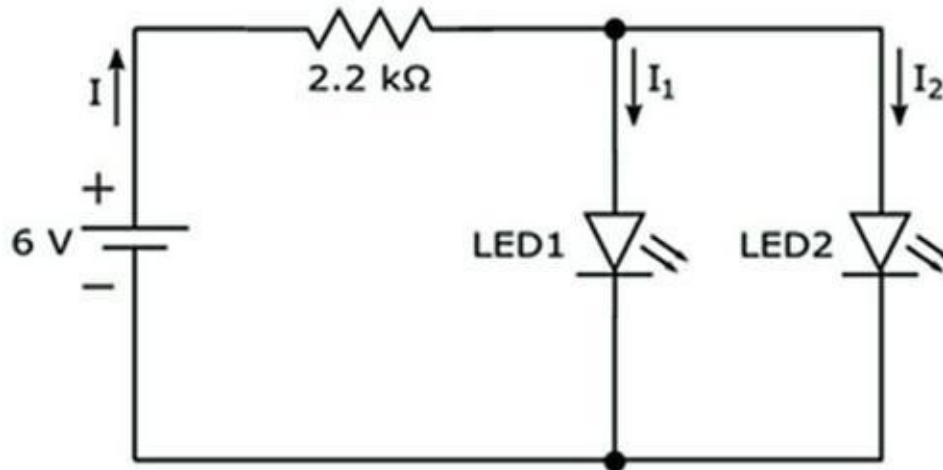
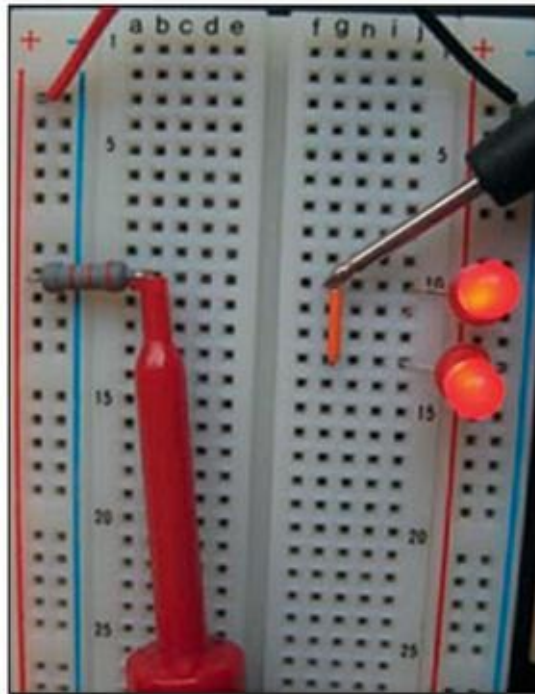
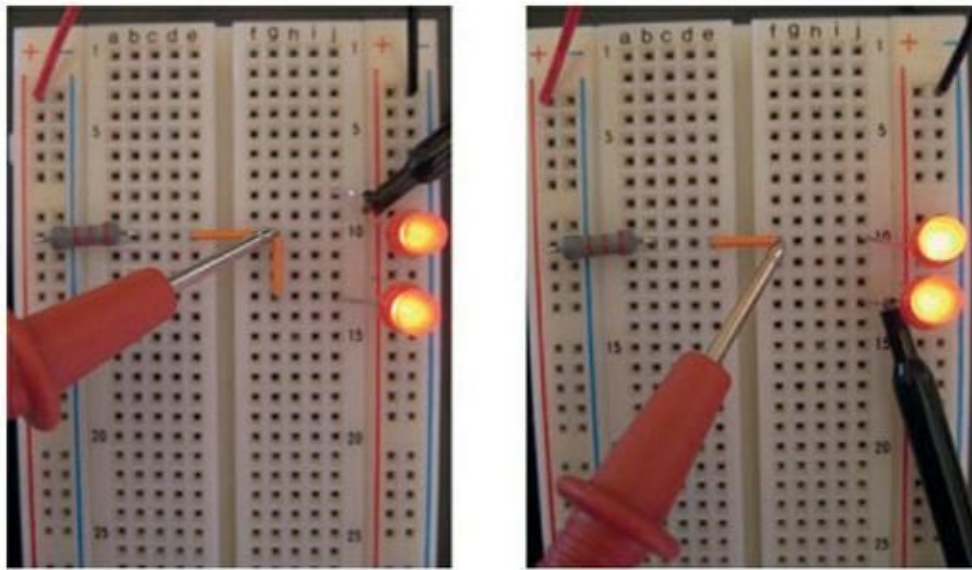

FIGURE 4-3 Les ampoules électriques sont souvent montées en parallèle, si bien que si une ampoule claque, les autres continuent de produire de la lumière.
FIGURE 4-5 Mesure de l'intensité du courant traversant la résistance.
FIGURE 4-6 Mesure de l'intensité du courant traversant LED1 (à gauche) et LED2 (à droite).
La solution à ce problème que présentent les circuits branchés en série consiste à brancher plutôt les composants en parallèle, comme l'illustre la Figure 4-3. Ainsi, même si un ballon vient malencontreusement briser quelques ampoules, le reste sera toujours illuminé (certes, on lira peut-être « L'AUBE DU CHE », mais aucune solution n'est parfaite).
Dans un montage en parallèle comme celui de la Figure 4-3, le courant qui circule à partir de la borne positive de la source se répartit entre les différentes branches du circuit et alimente chaque LED. Le courant qui traverse *LED1* ne traverse pas *LED2*. Si votre enseigne est constituée de deux cents LED et si une LED claque, les 199 autres resteront allumées.
- » **Intensité aux bornes de la résistance (I)** : Ouvrez le circuit entre la résistance et les deux LED, et refermez le circuit à l'aide du multimètre comme le montre la Figure 4-5. Sachant que vous branchez le multimètre en série avec la résistance, vous mesurez l'intensité I du courant parcourant la résistance (voir Figure 4-3).
- » **Intensité aux bornes de LED1 (I_1) :** Retirez le multimètre et rebranchez la résistance sur les LED, puis débranchez la borne positive de *LED1* de la résistance. Insérez le multimètre dans le circuit, comme sur la photo de gauche de la Figure 4-6. Sachant que le multimètre est branché en série avec *LED1*, vous mesurez l'intensité I_1 du courant qui parcourt *LED1* (voir Figure 4-3).
- » **Intensité aux bornes de LED2 (I_2) :** Retirez le multimètre et rebranchez *LED1*, puis débranchez la borne positive de *LED2* de la résistance. Insérez le multimètre dans le circuit, comme sur la photo de droite de la Figure 4-6 (à noter que j'ai retiré le cavalier orange pour débrancher *LED2* de la résistance, puis j'ai inséré mon multimètre dans cette ouverture du circuit). Vous mesurez ainsi l'intensité I_2 du courant qui parcourt *LED2* (voir Figure 4-3).